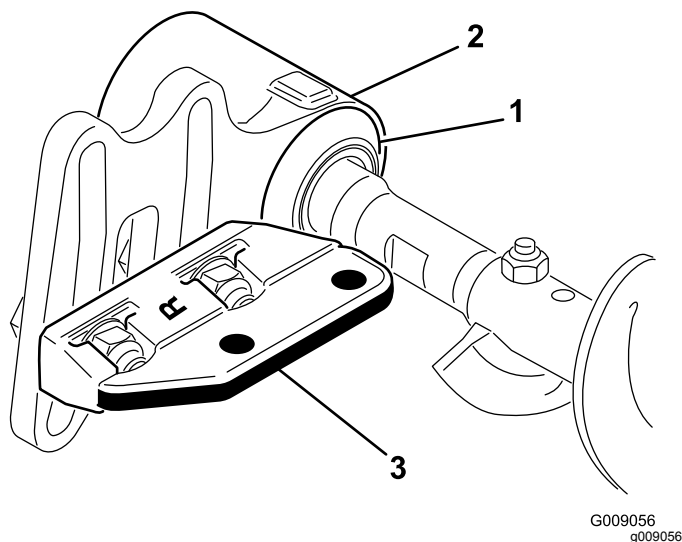

Figura 26
11. Deslize cada vedante de eliminação de sedimentos para fora até que os rebordos vedantes fiquem em ligeiro contacto com cada caixa de rolamentos (**Figura 26**).